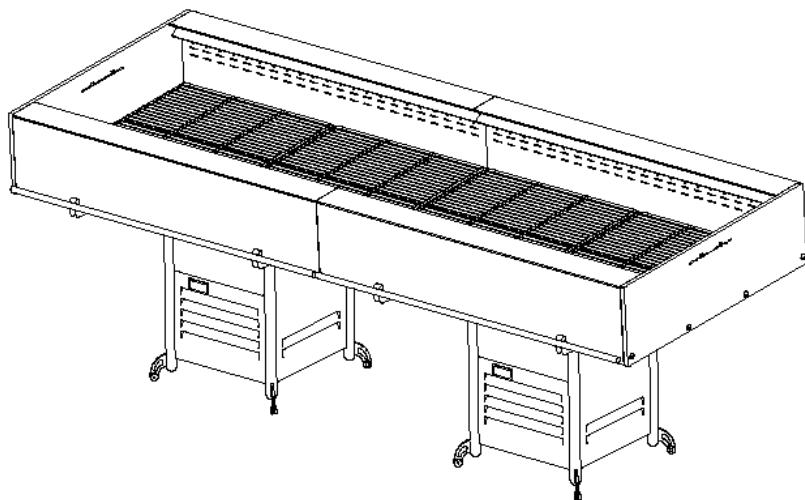

Fig. 1: jonction latérale (image représentative)
8.4.1 JONCTION LATÉRALE POUR VERSION LIBRE SERVICE (FIG. 1)
Pour réaliser la jonction latérale (voir fig. 1) les meubles doivent avoir la même hauteur.